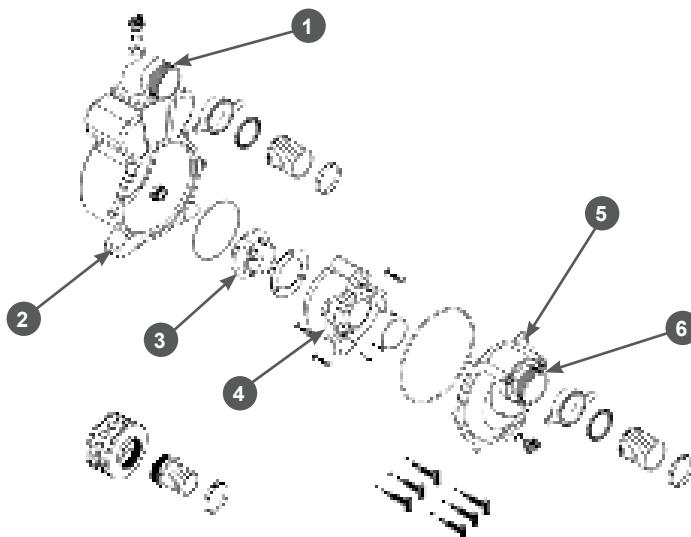

Рис.3. Устройство насоса мотопомпы
Основные узлы насоса мотопомпы показаны на Рис. 3. Насос включает в себя литой алюминиевый корпус (2) с крышкой (5), снятые между собой винтами. Уплотнение по стыку производится кольцом-прокладкой. На передней части корпуса имеется пробка для слива воды из насоса, фланец 6 с обратным клапаном для крепления к нему патрубка всасывающего рукава.